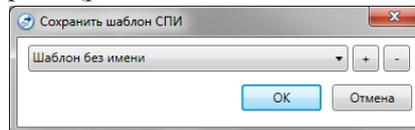

Рис. 10 Окно сохранения шаблона СПИ
- ✓ В контекстном меню устройства выбрать пункт *Сохранить шаблон настроек*. В результате появится окно *Сохранить шаблон настроек* (рис. 10).